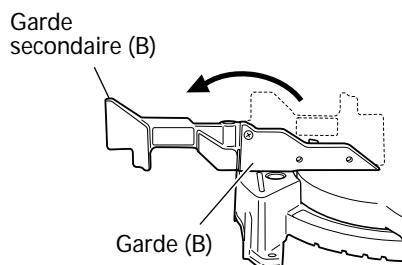

Fig. 11
**Installer le garde secondaire (B)**
Pour effectuer une coupe à angle direct ou d'une coupe à angle, utiliser le guide auxiliaire. Le guide auxiliaire peut être monté sur le côté droit du guide auxiliaire. Placez la plaque (A) attachée de la façon montrée dans la figure 11, insérez l'arête dans la fente de la garde (B) et insérez simultanément une vis à tête plate M6 dans la garde (B), la garde secondaire (B) et la plaque (A), puis serrez l'écrou de nylon M6 avec la clé à douille de 10 mm fournie jusqu'à ce que la garde secondaire (B) puisse tourner facilement. Ensuite, on pourra effectuer une coupe du matériau en toute stabilité, avec une large face de dépouille.